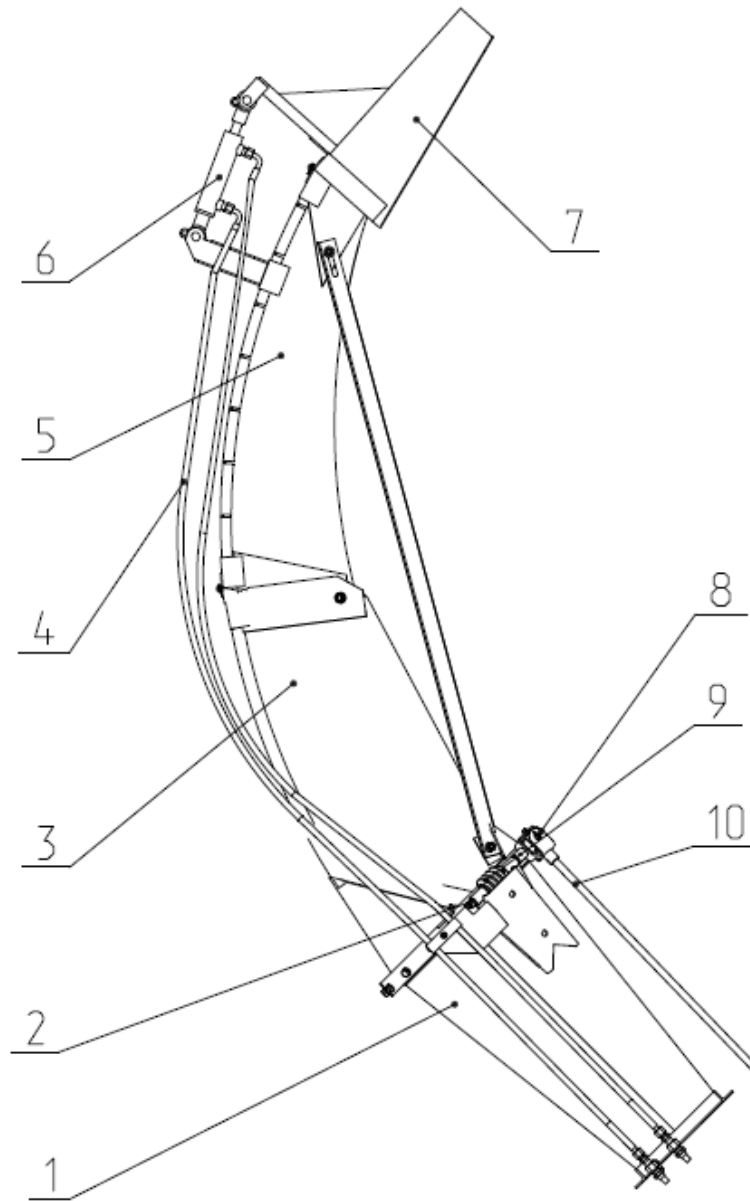

Рис.8 Поворотная часть продуктопровода.
2.8 В верхней части косилки установлена поворотная часть продуктопровода (рис.8), которая предназначена для распределения измельченной массы по ширине тележки, прицепленной к косилке, а так же для направления измельченной массы в кузов или бункер рядом идущего транспортного средства при расположении поворотной части в крайнем левом положении (по ходу движения косилки).
-закрепить на патрубке переходник, поворотный переходник, удлинитель, козырек (рис.8)
-установить гидропривод козырька (рис.8)
-установка рычага управления поворотом продуктопровода (рис.8)